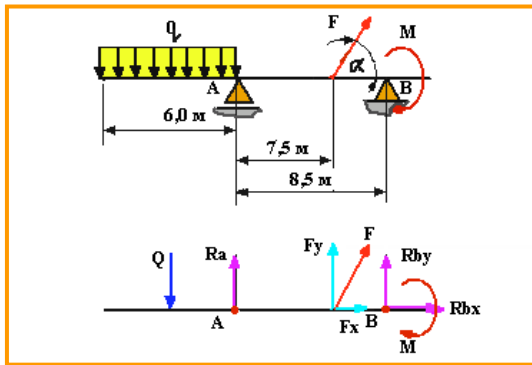

Рисунок 2.1
3. Составим расчётную схему (рис.2.1)